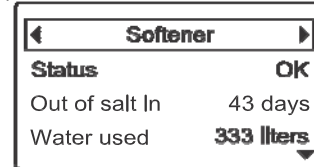

РИС. 123
1. Нажать кнопки ВЛЕВО (◀) или ВПРАВО (▶) на пульте дистанционного управления для ручного перехода к экрану статуса устройства, подлежащего удалению. Название устройства отобразится в заголовке. (см. Рисунок 123)